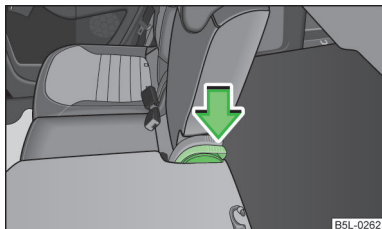

Fig. 55
- Premere la leva » **fig. 55** e ripiegare lo schienale. Tirando, accertarsi che lo schienale sia correttamente bloccato.